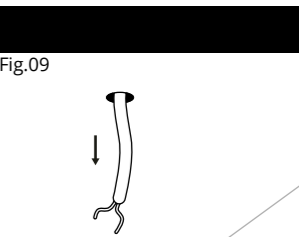
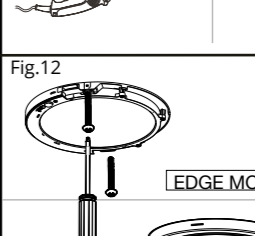

Fig.09
Fig.12
- To surface mount this product you will need access to the AC/mains cable in your ceiling or wall. Ensure you have a workable length of mains cable for your installation. (Fig. 09) "EDGE" models can use a bracket or be directly surface-mounted using an appropriate screw fixing. (Fig. 12)
- Pour monter ce produit en saillie, vous aurez besoin d'un accès à un câble d'alimentation secteur dans le mur ou le plafond. Veillez à avoir une longueur de câble d'alimentation suffisante pour votre installation. (Fig. 09) Les modèles "EDGE" peuvent utiliser un support ou être directement montés en saillie à l'aide d'une fixation par vis appropriée. (Fig. 12)
- Para montar el producto en la superficie necesitará acceder al cable de alimentación en su techo o pared. Asegúrese de tener suficiente cable durante su instalación. (Fig. 09) Los modelos "EDGE" pueden utilizar un soporte o pueden ser instalados directamente en la superficie fijándolos con tornillos. (Fig. 12)
- Om dit product aan de oppervlakte te monteren heeft u toegang nodig tot de stroomkabel in uw plafond of wand. Zorg ervoor dat u een werkbare lengte van de stroomkabel hebt voor uw installatie. (Fig. 09) "EDGE"-modellen kunnen een beugel gebruiken of direct aan het oppervlak worden gemonteerd met behulp van een geschikte Schroefbevestiging. (Fig. 12)
- Zur Oberflächenmontage dieses Produkts benötigen Sie Zugang zum stromführenden Kabel in der Decke oder Wand. Stellen Sie sicher, dass ausreichend Kabel für die Montage zur Verfügung steht. (Fig. 09) "EDGE" Modelle können mit der Halterung befestigt oder direkt in die Decke eingebaut werden, wenn eine entsprechende Schreiblefestigung gegeben ist. (Fig. 12)
- Do montażu powierzchniowego tego produktu potrzebny jest dostęp do kabla zasilającego/ sieciowego w suficie lub ścianie. Upewnij się, że masz sprawną długość kabla sieciowego do swojej instalacji. (Rys. 09) Modele "EDGE" mogą korzystać z uchwyту lub być montowane bezpośrednio na powierzchni za pomocą odpowiedniego mocowania śrubowego. (Fig. 12) W przypadku modeli "EDGE" można użyć uchwyту lub zamontować je bezpośrednio na ścianie za pomocą odpowiednich śrub.